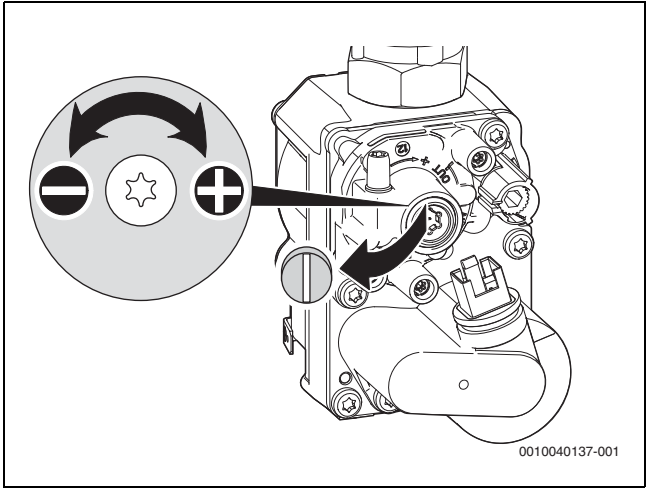

Fig. 49 Înlăturarea sigiliului de la șurubul de reglaj
- Îndepărtați sigiliul de plumb de pe șurubul de setare al vanei de gaz (doar vana de gaz din Fig. 49) și setați conținutul de CO2 sau O2 pentru puterea termică nominală minimă.